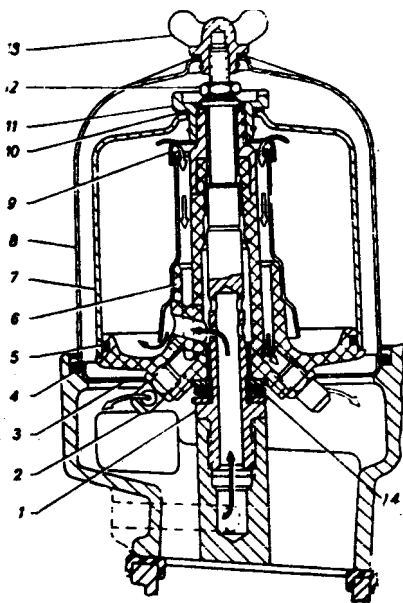

Рис. 14. Фильтр центробежной очистки масла.
3. Фильтр центробежной очистки масла имеет ротор (рис. 14), свободно вращающийся под действием реакции струи масла, выбрасываемого под давлением через два жиклера. При вращении ротора тяжелые частицы грязи и осадки отбрасываются на стенки колпака, на котором и оседают. Далее масло проходит через сетку и очищенное, выбрасываясь из жиклеров, стекает в картер двигателя.